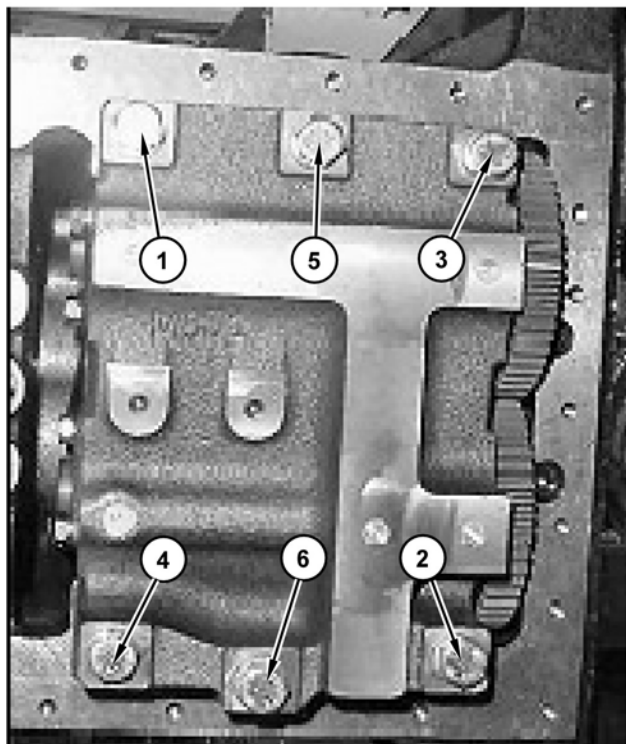

Ilustración 257
9. Instale los pernos (1) en el conjunto de compensador (5). Apriete los pernos a un par de 52 N·m (38 lb-pie) en la secuencia numérica que se muestra en la ilustración 257 .